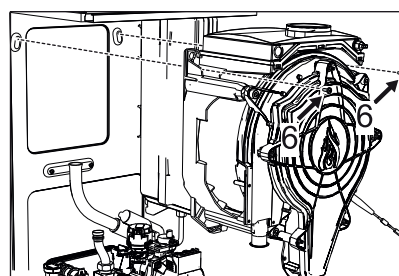

fig. 60 -
- Quite los 2 tornillos superiores "6" de fijación del intercambiador al bastidor ("fig. 60 -")